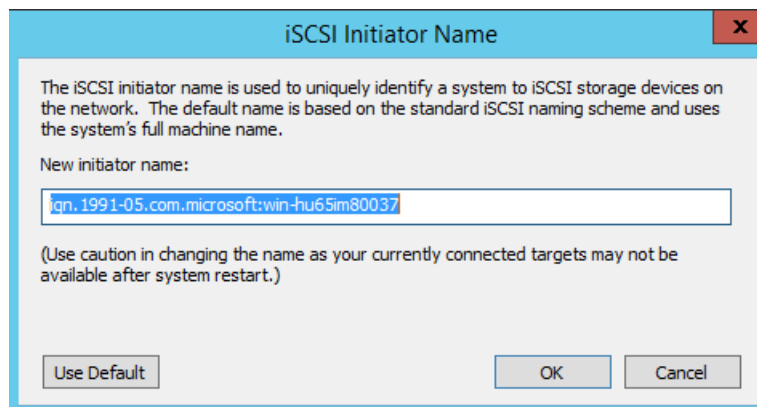

Figure 9-18. Modification du nom de nœud de l'initiateur iSCSI
- c. Dans la boîte de dialogue Nom de l'initiateur iSCSI, entrez le nouveau nom IQN de l'initiateur, puis cliquez sur **OK**. (Figure 9-18)